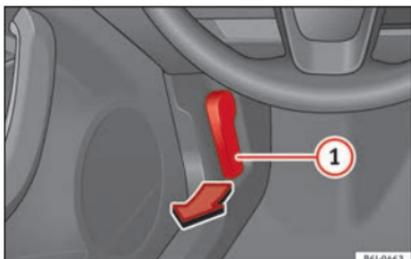

Fig. 8 Voir emplacement sur la Fig. 3
- Ouvrir le capot : tirez le levier situé sous le tableau de bord » fig. 8 ①.